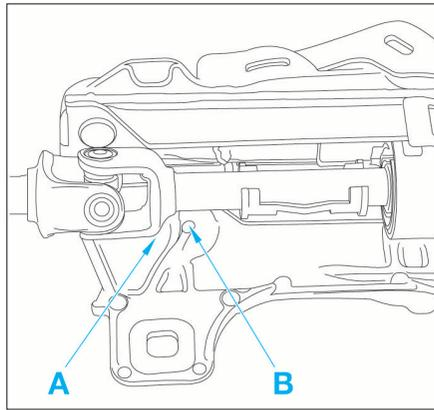

FIG. 8
- après la repose de la colonne de direction, vérifier l'absence de contact entre la face "A" et le plot "B" (Fig.8).